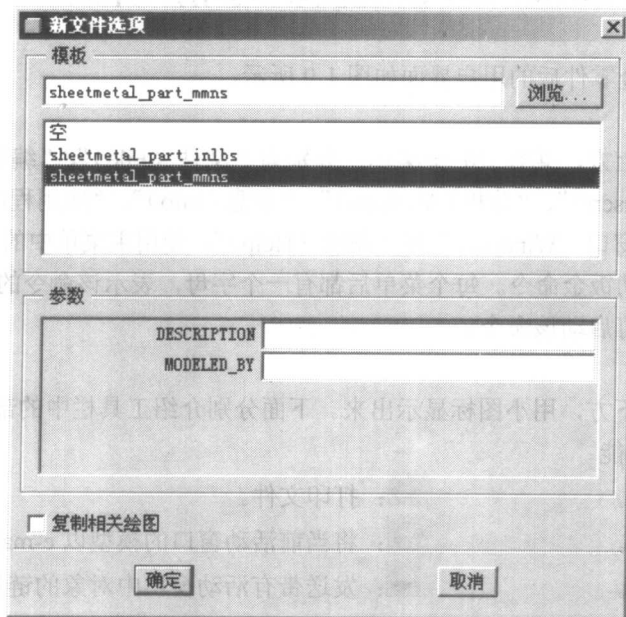
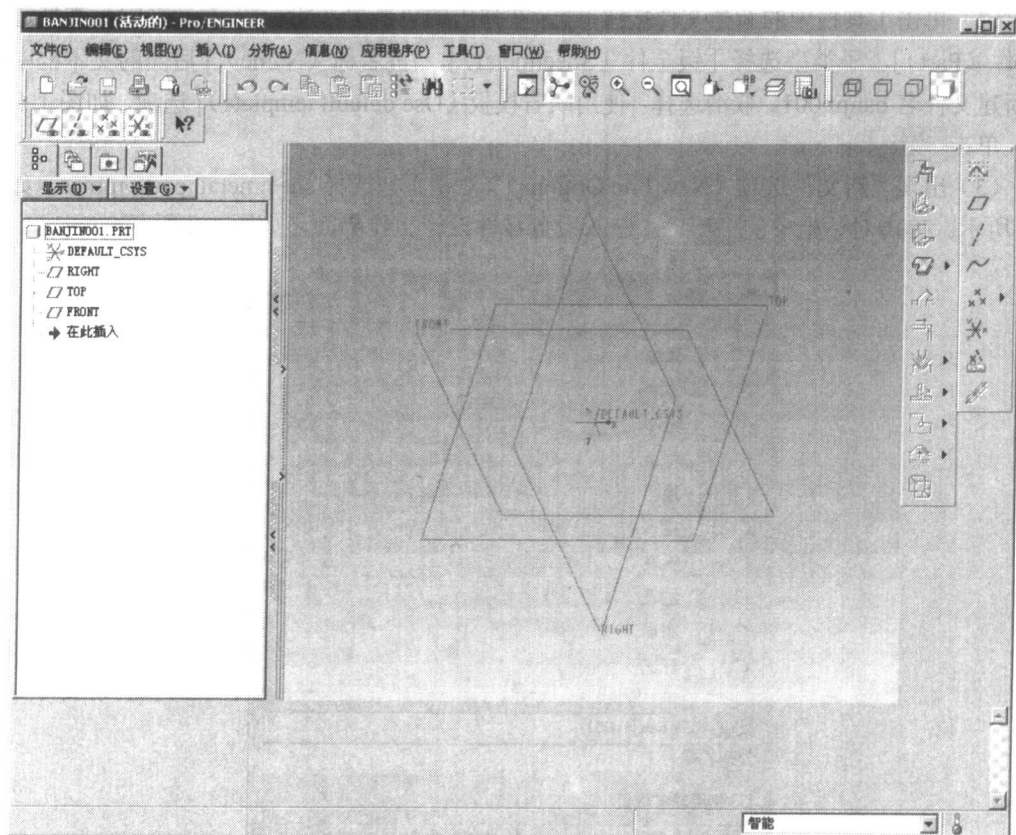

图 1-7 “新文件选项”对话框
图 1-8 钣金零件设计界面
(3) 出现“新文件选项 (New File Options)”对话框，选择 sheetmetal_part_mmns，如图 1-7 所示。单击对话框中的 **确定**，进入钣金零件设计工作界面，如图 1-8 所示。